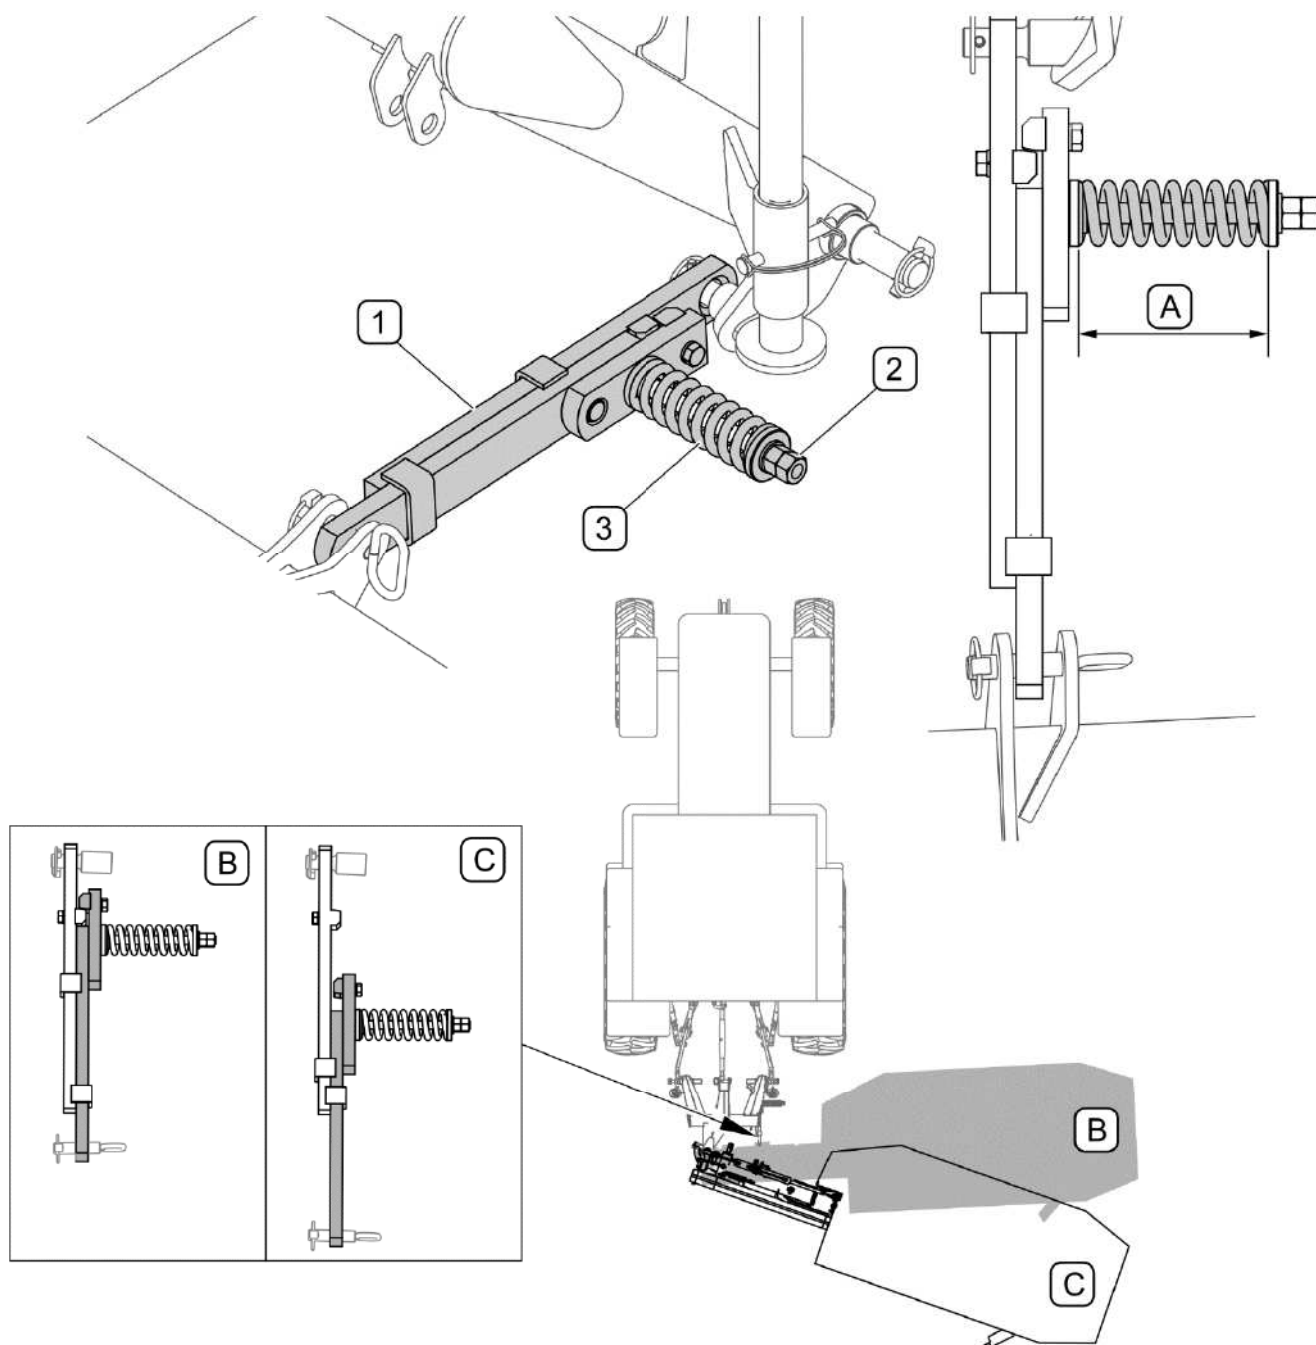

РИСУНОК 4.14 Предохранитель
Косилка PDK220 оснащается защитой, которая предохраняет машину от повреждения при наезде на препятствие (РИСУНОК 4.14). При наезде на препятствие несущее плечо с режущим аппаратом откидывается назад (С). В таком случае необходимо
Предохранитель (РИСУНОК 4.14) устанавливается на заводе таким образом, что длина сжатой пружины (3) составляет $A=132$ мм. Если предохранитель срабатывает необоснованно часто, можно при помощи гайки (2) уменьшить размер (А) пружины на 1 - 2 мм.